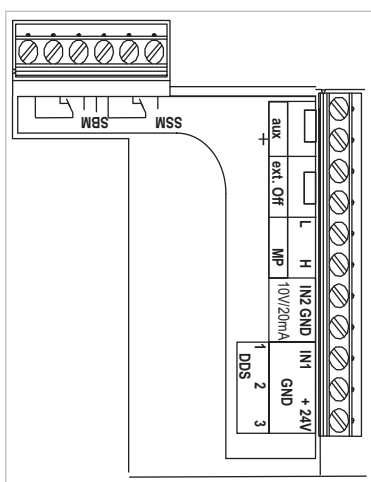

Fig. 20 : Bornes de commande
- Bornes de commande (fig. 20)